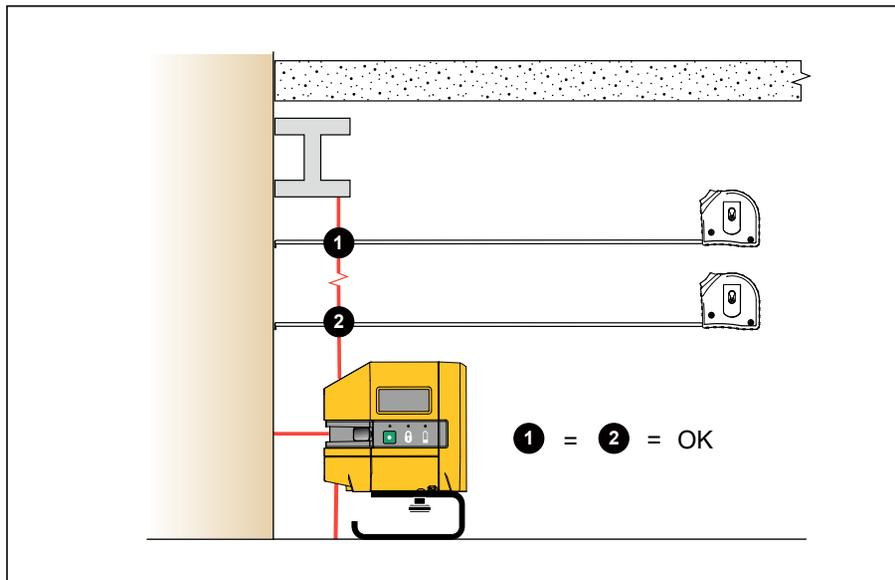

Figura 5. Verifica del livellamento verticale di un elemento esistente
2. Misurare lo spazio dall'elemento al laser a diverse distanze dal prodotto. Vedere la Figura 5.